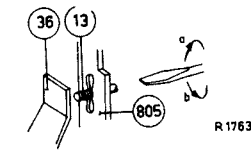

Fig. 15
- Mit der Stellschraube 13a muss der Ausschaltmoment des Tasters 36 wie folgt eingestellt werden Abb. 15.